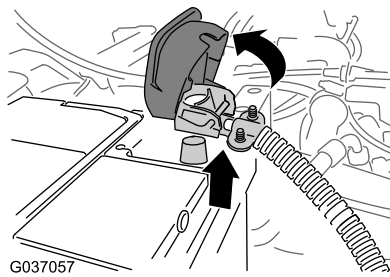

Bild 2
1. Nehmen Sie die Abdeckung vom Minuskabel der Batterie ab (Bild 2).
2. Klemmen Sie das Minuskabel von der Batterie ab (Bild 2).